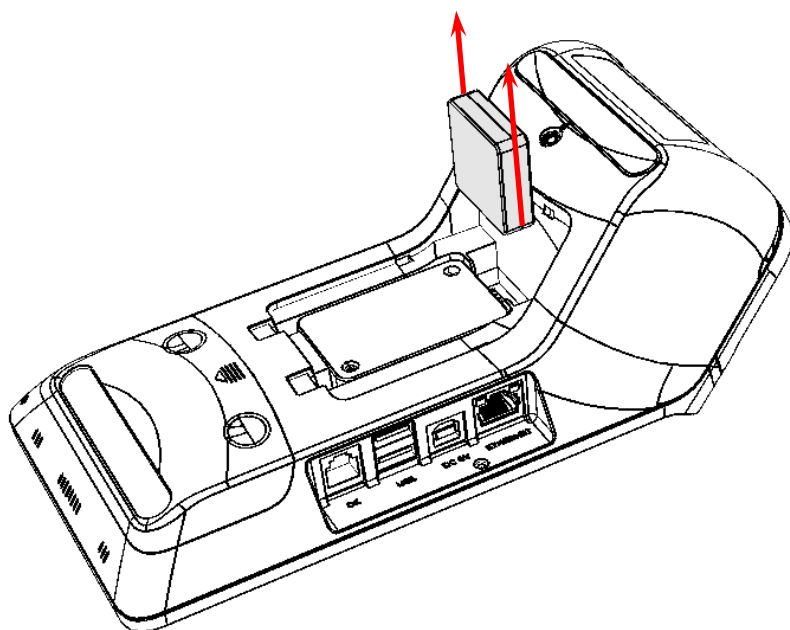

Рисунок 10. Извлечение ФН из отсека (направление приложения усилий)
20. Установить ФН и АКБ (рисунок 10 и рисунок 4 соответственно).